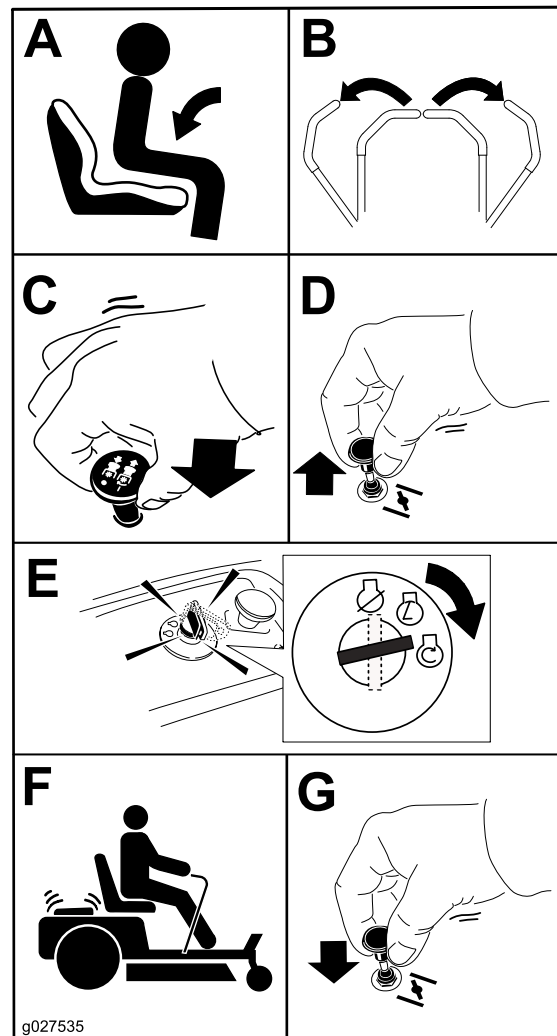

Figura 12
**Nota:** Con il motore tiepido o caldo non è sempre necessario strozzare l'afflusso dell'aria (Figura 12).